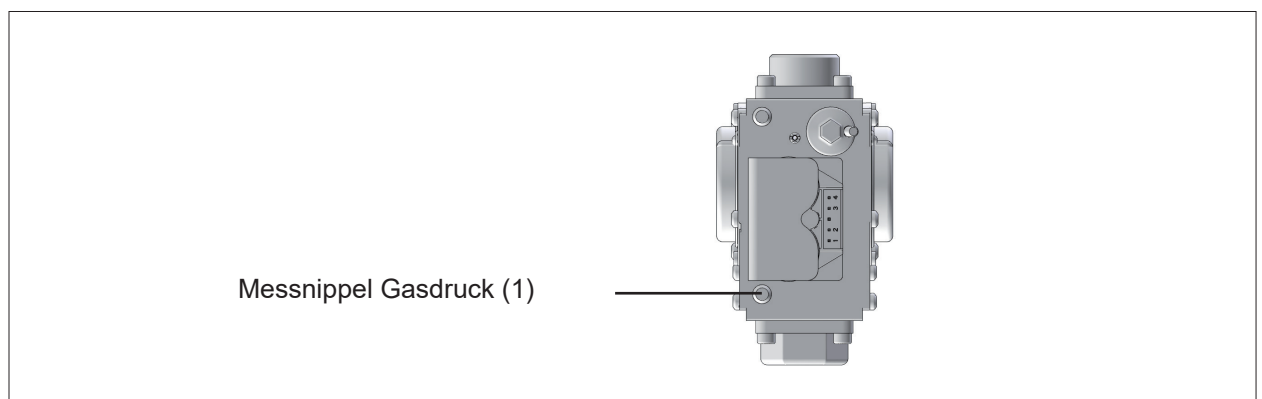

Abb. 6.2 Messnippel Gasdruck
- ▶ Verschlusschraube am Messnippel **(1)** (Abb. 6.2) lockern und Gaszuleitung entlüften.